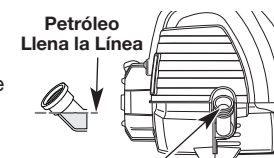

Fig. 36
5. Compruebe el nivel de aceite. El aceite debe quedar exactamente en la parte inferior de las roscas del orificio de llenado de aceite. (Fig. 36)
6. Si el nivel está bajo, agregue una pequeña cantidad de aceite en el orificio de llenado de aceite y vuelva a medir (Fig. 36). Repita este procedimiento hasta que el nivel de aceite a la parte inferior de las roscas en el orificio de llenado de aceite.
NOTA: Use la botella y la boquilla que guardó del uso inicial para medir la cantidad correcta. Mida el nivel con la varilla de medición (Fig. 36). Si el nivel está bajo, agregue una pequeña cantidad de aceite y vuelva a medir. No lo llene demasiado (Fig. 36).